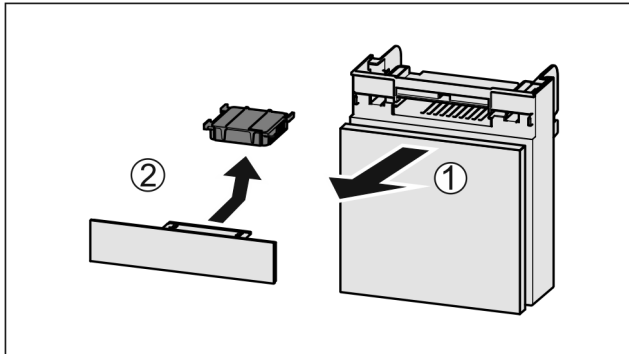

Fig. 81
- ▶ Wyciągnąć Fig. 81 (1) komorę do przodu.
- ▶ Wyjąć Fig. 81 (2) filtr z węglem aktywowanym.